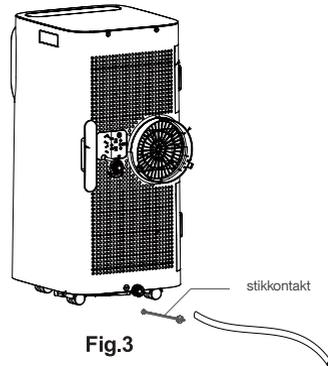

Fig.3
- Hvis vannsprutmotoren er skadet, kan kontinuierlig drenering brukes. For å koble dreneringsslangen til bunn dreneringshullet (Fig.3), kan enheten også fungere bra.